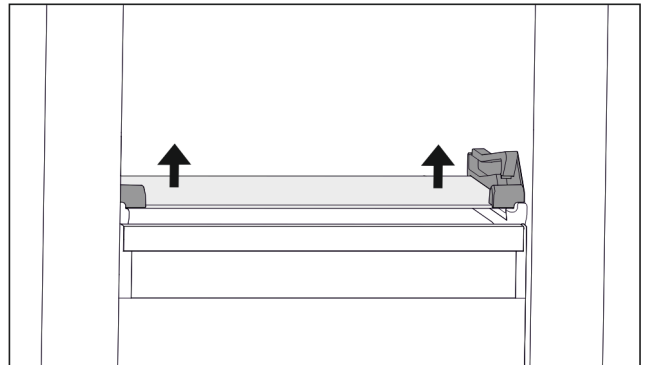

Fig. 63 Стъклена плоча на наклонящото се чекмедже
- ▶ Натиснете стъклената плоча от долу нагоре от двете страни. (виж Fig. 63)